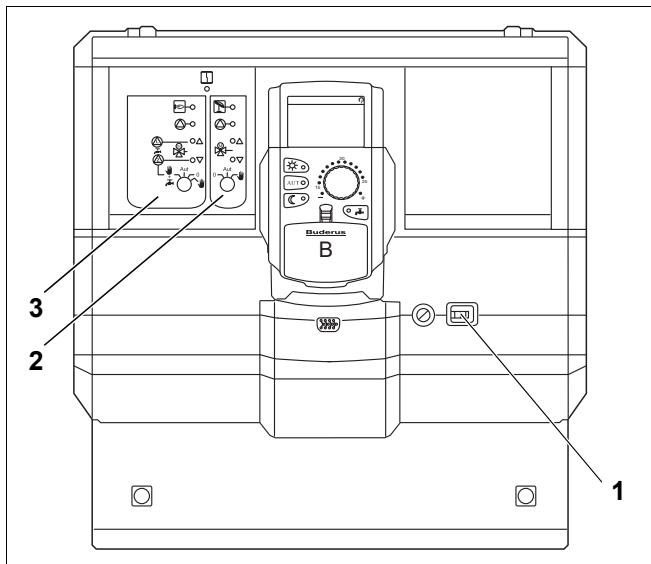

Рис. 25 Logamatic 4121
- Включите систему управления пусковым (\rightarrow рис. 25, [1]).
- Установите для отопительного контура 1 (если требуется, то и для контура ГВС) (\rightarrow рис. 25, [3]) переключатель в положение "рука" или .
- Установите для отопительного контура (\rightarrow рис. 25, [2]) переключатель в положение "рука" .